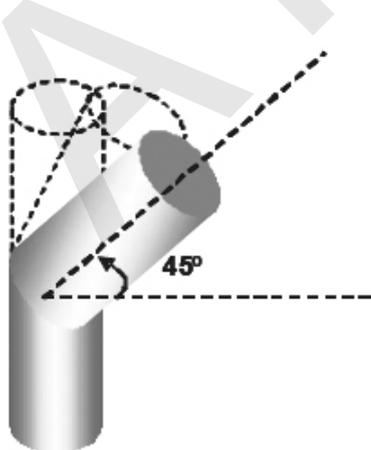

Fig. 2 – Inclinação correcta para as curvas
* Nas condições nominais de operação, a tiragem dos gases de combustão deve originar uma depressão de 12 Pa um metro acima do gargalo da chaminé. Para conseguir uma boa instalação deverão ser aplicados, verticalmente, pelo menos 2 metros de tubo metálico de chaminé com o mesmo diâmetro da saída de fumos do recuperador. No seguimento desse troço é admissível a utilização de elementos de tubagem com a inclinação máxima de 45°; a Fig.2 e 3 mostram a forma correcta e incorrecta para a instalação de curvas, respectivamente.